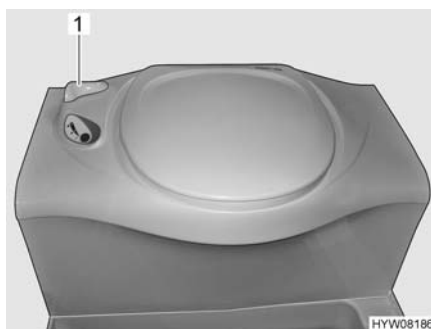

Fig. 166 Toilette Thetford
- Prima di tirare l'acqua, aprire il cursore della toilette Thetford. A tal fine ruotare la leva del cursore (Fig. 166,1) in senso antiorario.
- Dopo aver tirato l'acqua chiudere il cursore. Ruotare la leva del cursore (Fig. 166,1) in senso orario.